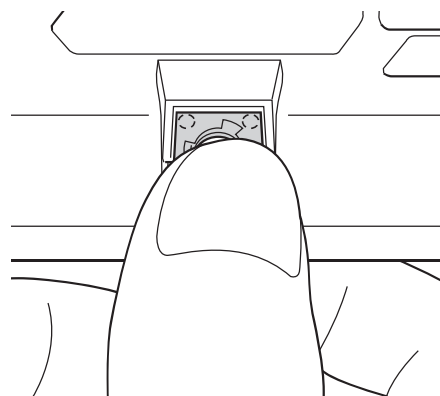
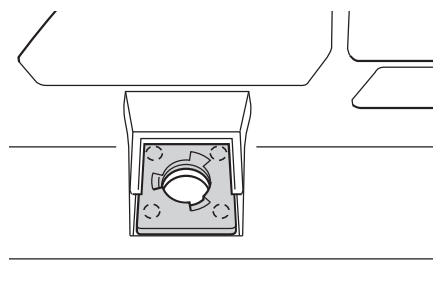

図 82 親指の腹で押す
図 83 装着状態
2. 親指の腹で板ナットを押し、はめ込む。(図 82、図 83 参照)